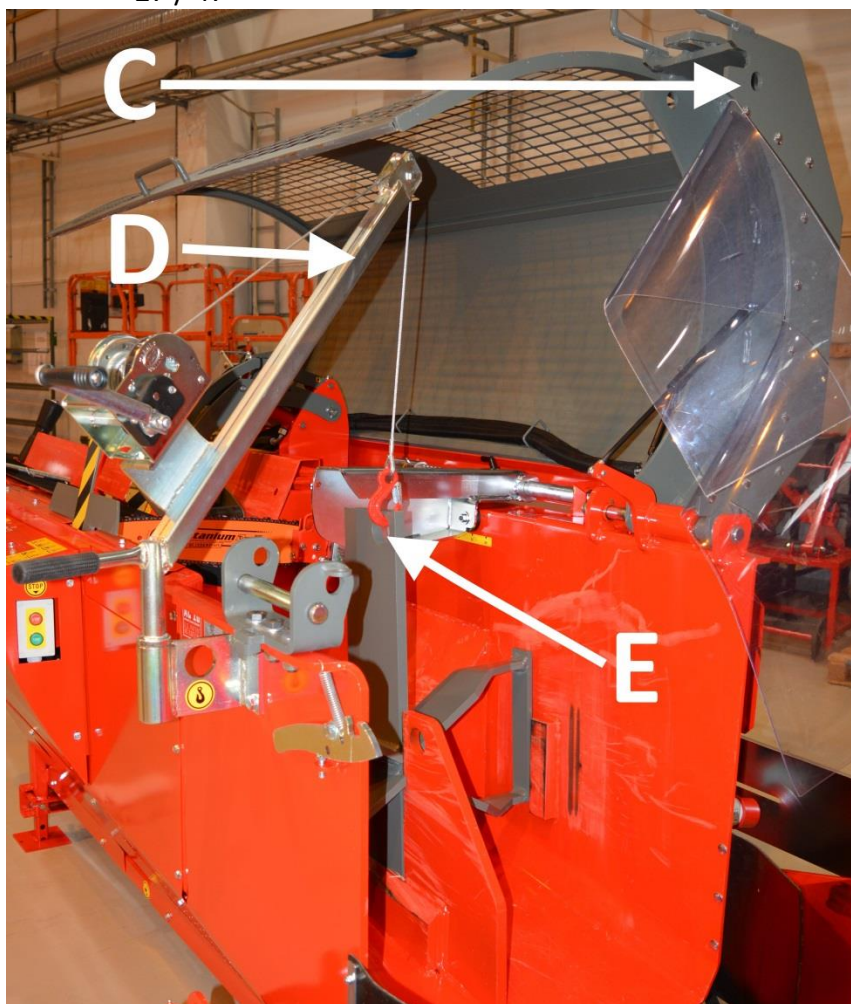

Bild 21.
5. Koppla kroken i vinsch D till klyvbettets lyftögla E, såsom visas på bild 21.